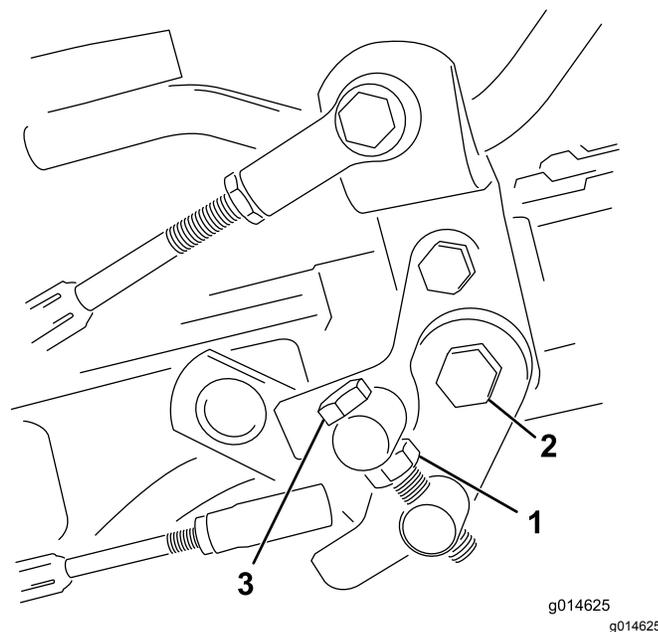

Рисунок 40
1. Ослабьте контргайку на болте цапфы (Рисунок 40).
4. Чтобы зафиксировать регулировку, затяните контргайку на болте цапфы и гайку на шарнире педали (Рисунок 40). Проверьте регулировку и при необходимости повторите ее.